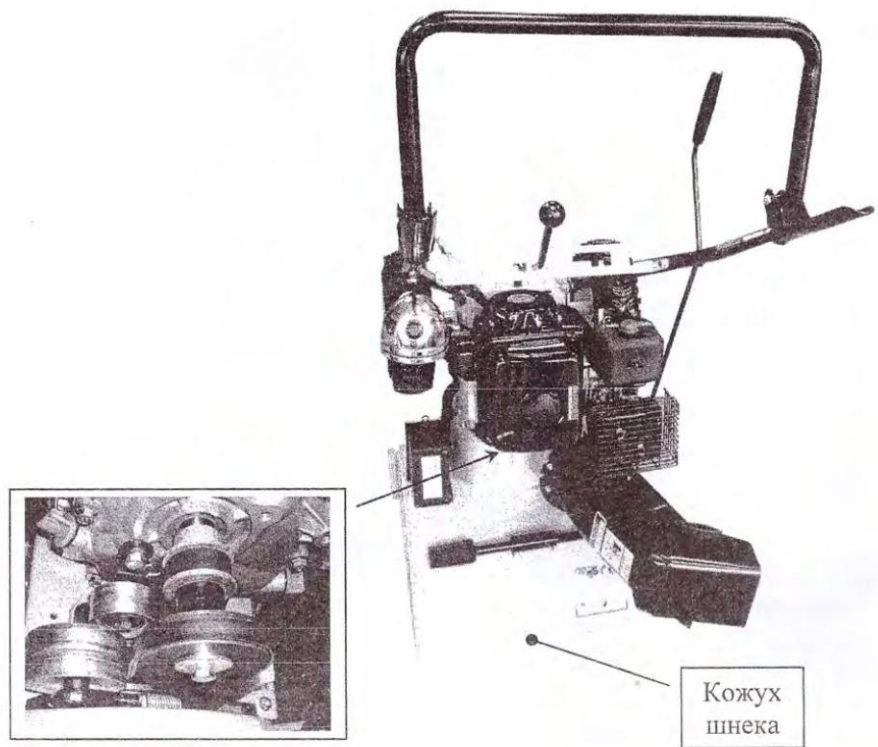

Рисунок 12
4. Поставьте снегоуборщик вертикально, облокотив его на кожух шнека. Сммотри рисунок 12.